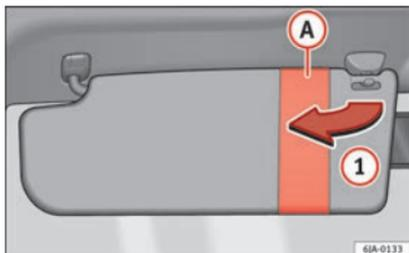
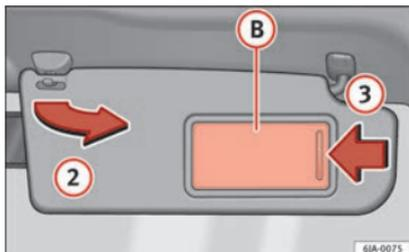

Fig. 138 Aletta parasole del conducente.
Fig. 139 Aletta parasole del passeggero anteriore.
L'aletta parasole del conducente e quella del passeggero possono essere staccate dai supporti centrali e ruotate verso le porte nel senso indicato dalla freccia ① » fig. 138 e ② » fig. 139 rispettivamente.
L'aletta parasole del lato passeggero è dotata di specchietto di cortesia B con copertura. Il coperchio si apre facendolo scivolare nel senso della freccia ③ » fig. 139.